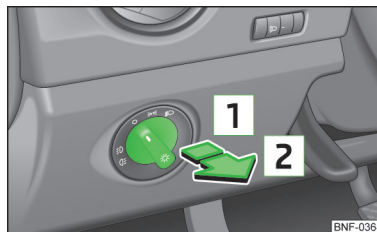

Fig. 37
- Rotiți comutatorul de lumini » fig. 37 n poziția  sau .
- Rotiți comutatorul de lumini » fig. 37 la pagina 50 n poziția  sau .
» Rotiți comutatorul de lumini » fig. 37 la pagina 50 n poziția »« și ncuiați autovehiculul.